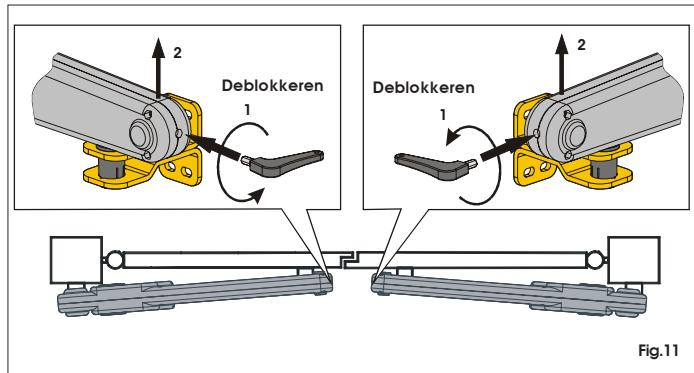

Fig.11
- Steek de bijgeleverde inbussleutel in het voorste deel van de aandrijving en draai hem 5-6 slagen tegen de klok in (Fig. 11 Ref. 1).
- De aandrijving aan de voorkant optillen om deze uit de bevestiging los te maken (Fig. 11 Ref. 2) en de ontgrendelsleutel eruit halen.